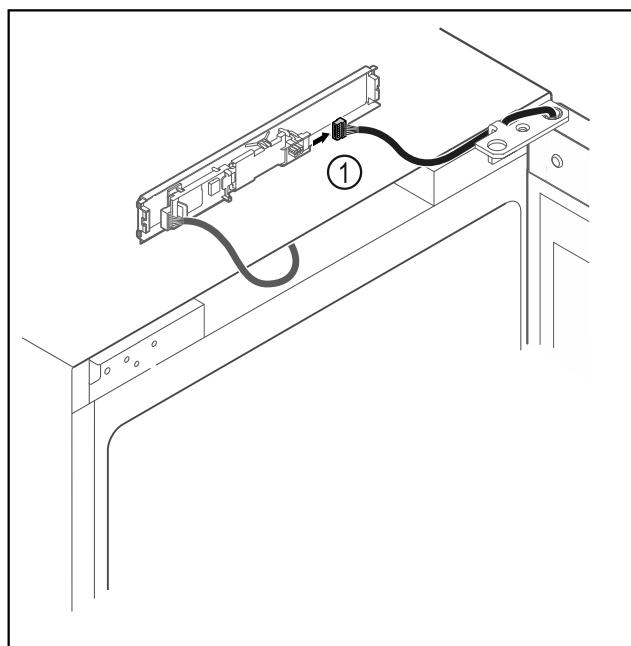

Fig. 13
- Витягнути штекер Fig. 13 (1) з плити.